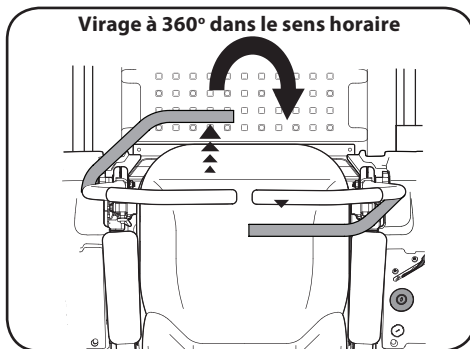

Figure 3-8
2. Pour tourner dans le sens horaire, poussez la barre de conduite gauche vers l'avant et tirez la barre de conduite droite vers l'arrière. Voir Figure 3-8.